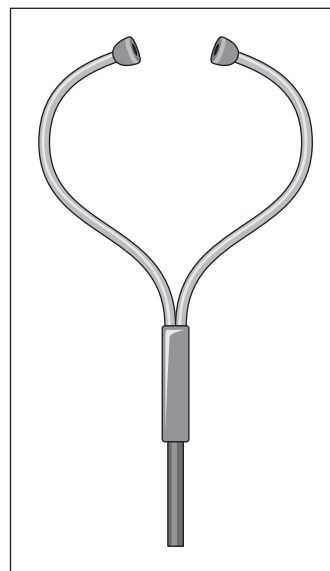

Рис. 20.2. Из обычной резиновой трубки и старого стетоскопа можно сделать отличный инструмент для обнаружения неисправностей
- ✓ Если вы услышите звук, источник которого невозможно обнаружить, возьмите старый стетоскоп, снимите резиновый диск и вставьте вместо него трубку длиной 3 см (рис. 20.2). Затем вставьте наушники в уши, запустите двигатель и передвигайте конец трубки стетоскопа по двигательному отсеку. Стетоскоп усиливает звук, а следовательно, вы услышите звук при приближении к его источнику.